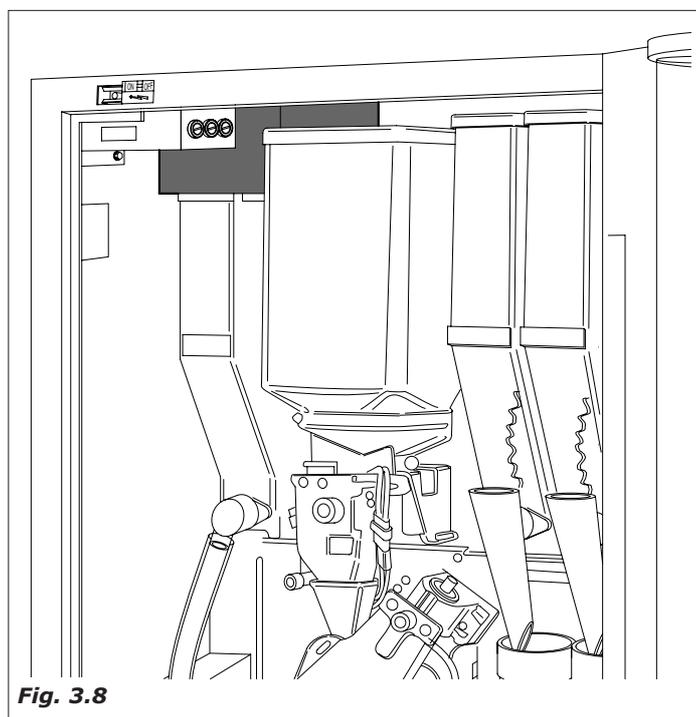

Fig. 3.8
- quitar el porespán que bloquea los contenedores de producto (Fig.3.8)